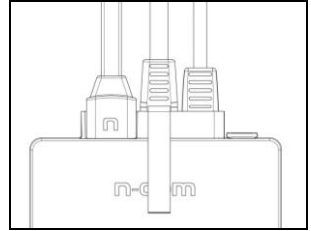

Fig. 30
- Introducir delicadamente el conector en su lugar hasta colocarlo completamente en el interior (Fig. 30).